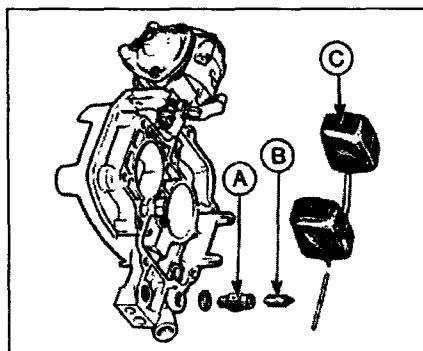

Рис. 3.7 Узел поплавка
- 7 Выколотите ось поплавка, снимите поплавок, игольчатый клапан и прокладку крышки карбюратора. Выверните седло клапана (рис. 3.7).